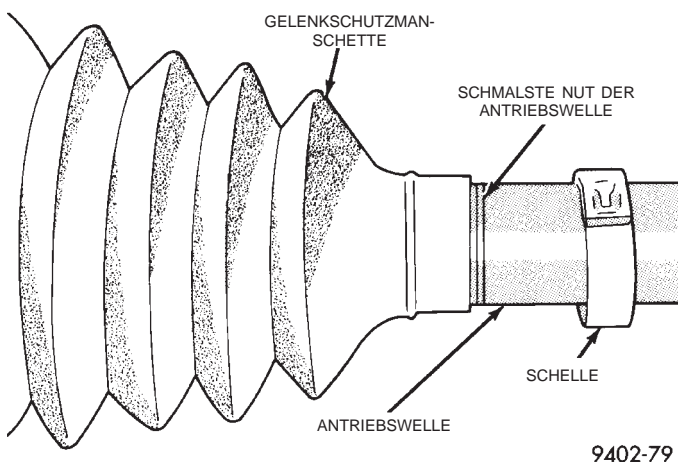

Abb. 26 Gelenkschutzmanschette korrekt auf der Antriebswelle positioniert
(1) Die Schelle für die Gelenkschutzmanschette des Topfgelenks auf die Antriebswelle schieben. Dann die neue Gelenkschutzmanschette des Topfgelenks auf die Antriebswelle schieben. **Die Manschette MUSS so auf die Antriebswelle geschoben werden, daß nur die schmalste Nut an der Antriebswelle sichtbar ist (Abb. 26).**